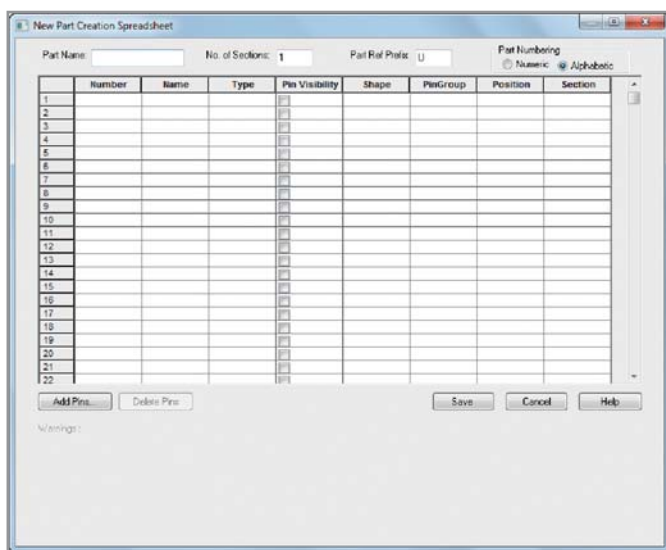

Рис. 12. Свойства нового компонента
1. В менеджере проектов OrCAD Capture выберем ПКМ библиотеку OLB и команду *New Part From Spreadsheet*. На экране появится таблица компонента (см. рис. 12).
3. Справочный листок традиционно имеет формат PDF и открывается программой Acrobat Reader. Скопируем данные из таблицы на страницах 14 и 15 в буфер обмена, а затем в MS Excel (см. рис. 12). Выделим необходимый диапазон данных в таблице с